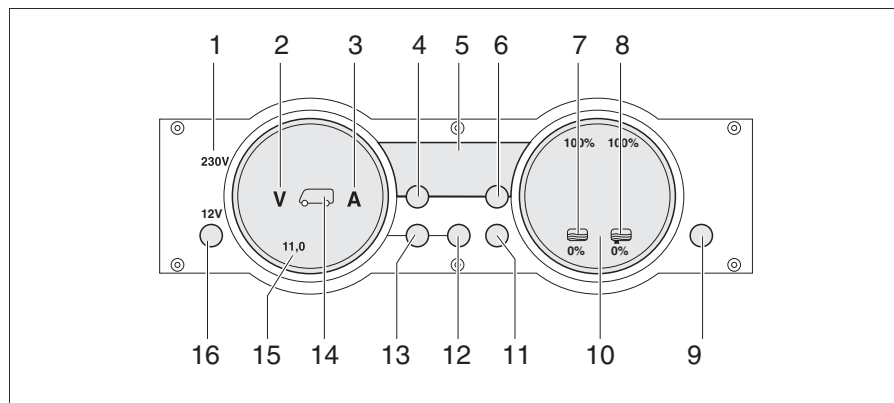

Fig. 250 Panneau de contrôle MP 20-S
Le voyant de contrôle 230 V (Fig. 250,1) s'allume si l'arrivée du bloc électrique est sous tension de réseau.
L'interrupteur principal 12 V (Fig. 250,16) établit ou coupe le panneau de contrôle et l'alimentation 12 V de la cellule.
- Appuyer brièvement sur la touche "12 V" (Fig. 250,16). L'alimentation 12 V de la cellule est enclenchée. L'indicateur de contrôle "12 V" s'allume.
- ▷ La tension de la batterie de cellule est trop faible quand les DEL "11,0" de l'affichage en Volt et le symbole Volt "V" (Fig. 250,2) clignotent dans l'indicateur des batteries (Fig. 250,15) après la mise sous tension. Charger la batterie.
- ▷ La coupure de batterie est active quand l'indicateur de contrôle "12 V", le symbole de la batterie de cellule (Fig. 250,14) et le symbole Volt "V" (Fig. 250,2) clignotent trois fois après la mise sous tension. Désactiver la coupure de batterie.
- Appuyer brièvement sur la touche "12 V" (Fig. 250,16). L'alimentation 12 V de la cellule est coupée. L'indicateur de contrôle "12 V" s'éteint.
- Appuyer sur la touche batterie de cellule (Fig. 250,12) et la maintenir enfoncée pendant 10 secondes environ. Les symboles Volt "V" (Fig. 250,2) et Ampères "A" (Fig. 250,3) clignotent trois fois. La batterie de cellule est coupée du réseau de bord de 12 V.
- Appuyer sur la touche "12 V" (Fig. 250,16) et la maintenir enfoncée pendant 5 secondes environ. Le symbole Volt "V" (Fig. 250,2) clignote trois fois. La batterie de cellule est branché au réseau de bord 12 V. L'indicateur de contrôle s'allume au bout d'env. 2 secondes.
- Appuyer sur la touche de la batterie de cellule «  » (Fig. 250,12). Le symbole Volt "V" (Fig. 250,2) s'allume. Le symbole Ampères "A" est, suivant son niveau de charge, blanc ou rouge. La tension de la batterie et le courant de la batterie de cellule sont affichés au moyens de DEL à l'intérieur de l'indicateur.
- Appuyer sur la touche de la batterie de démarrage «  » (Fig. 250,13). Le symbole Volt "V" (Fig. 250,2) s'allume. Des DEL à l'intérieur de l'indicateur indiquent la tension de la batterie de démarrage.
- Appuyer sur la touche des réservoirs «  » (Fig. 250,11). Les symboles réservoir d'eau «  » (Fig. 250,7) et réservoir d'eaux usées «  » (Fig. 250,8) s'allument. Des DEL à l'intérieur de l'indicateur indiquent le niveau du réservoir d'eau (échelle de gauche) et celui du réservoir d'eaux usées (échelle de droite).
Le symboles Volt "V" (Fig. 250,2) et les DEL "11,0" clignotent dès que la tension de la batterie descend en dessous de 11 V (mesurée en marche) et qu'il y a risque de décharge profonde de la batterie.
Le symbole du réservoir d'eau  (Fig. 250,7) ou celui du réservoir d'eaux usées  (Fig. 250,8) clignote quand le réservoir d'eau est vide ou que le réservoir d'eaux usées est plein.
L'affichage numérique (Fig. 250,5) permet d'indiquer les températures intérieure et extérieure.